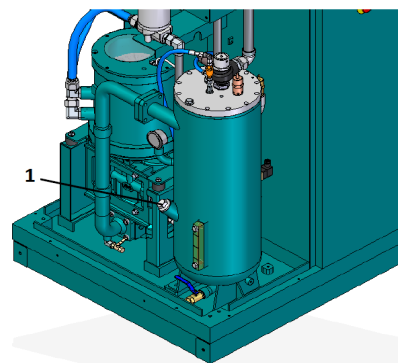

图 35 : 加油口塞头
5. 松开并取下加油口塞头 (图 35/1), 拆下的密封件须避免遗失。